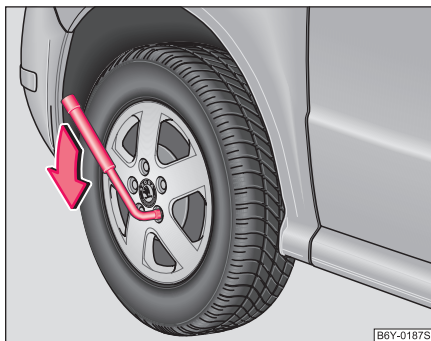

Fig. 144 Schimbarea roții: Slăbirea prezoanelor
- Apucați mânerul cheii de roată și rotiți cheia spre stânga, aproximativ o rotație ⇒ Fig. 144.